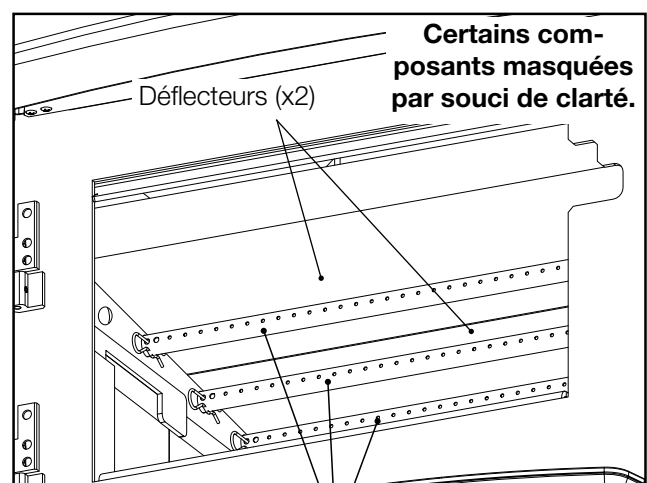

Fig. 4-6
- A.** Faites pivoter soigneusement deux déflecteurs en fibre «E» vers le haut sur les tubes d'air secondaire comme illustré (**Fig. 4-6**). **L'installation des déflecteurs peut être facilitée en retirant les deux tuyaux d'air secondaire avant (voir la section « tuyaux d'air secondaire »).** Assurez-vous que les déflecteurs sont poussés complètement à l'arrière de la chambre de combustion, en laissant un espace d'au moins 1 pouce le long de l'avant. Cela permettra aux gaz de combustion de s'échapper de la chambre de combustion. Assurez-vous que le joint de recouvrement est serré et que l'encoche face vers l'avant.